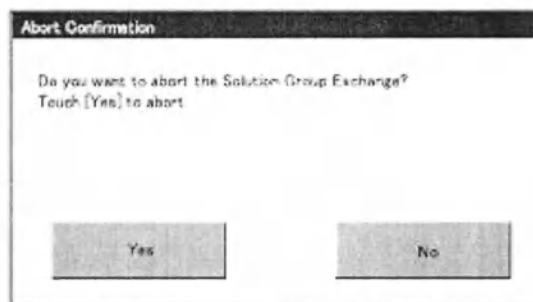

Рис. 101 Окно подтверждения остановки процесса замены групп растворов
2. Чтобы прервать замену, нажмите **«Abort»**. Появится окно подтверждения (Рис. 101).